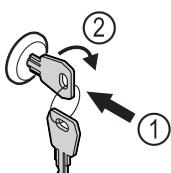

Fig. 171 Примерное изображение
- Вставьте ключ Fig. 171 (1).
- Поверните ключ на 90° по часовой стрелке Fig. 171 (2).